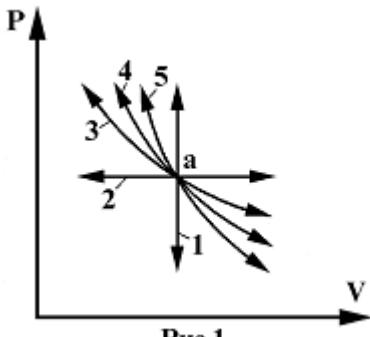

Рис.1
4. Какое уравнение процесса соответствует кривой 5, показанной на рис. 1?
5. Какое уравнение процесса соответствует кривой 4, показанной на рис. 1?
6. Какое уравнение процесса соответствует кривой 3, показанной на рис. 1?
7. Какое уравнение процесса соответствует линии 2, показанной на рис. 1?
8. Какое уравнение процесса соответствует линии 1, показанной на рис. 1?